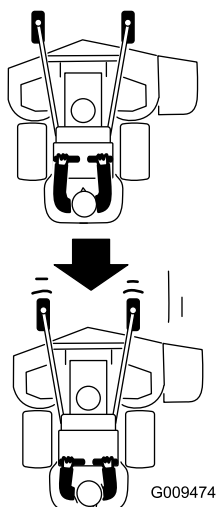

Figure 21
2. Tirez lentement les leviers de commande de déplacement en arrière (Figure 21).